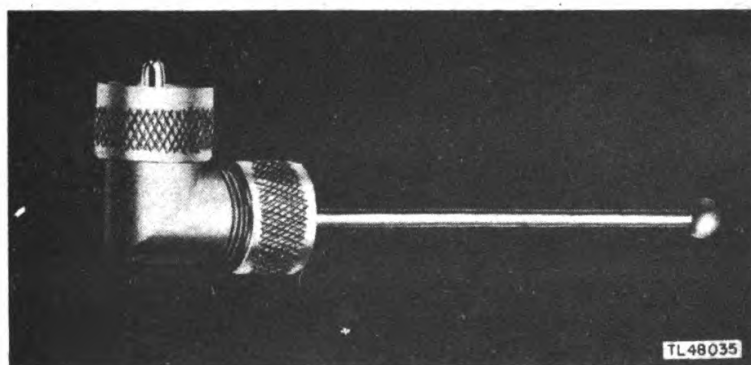

Figure 28. Test Antenna TS-210/MPM.
26. TEST ANTENNA TS-210/MPM (fig. 28).